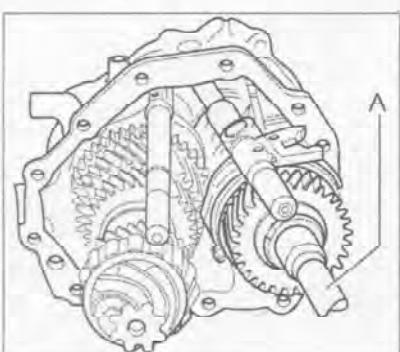

Рис. 7.205. Извлеките из корпуса подшипников первичный вал (А) со штоком и вилкой включения 3-й/4-й передач.
34. Извлеките из корпуса подшипников первичный вал (А) со штоком и вилкой включения 3-й/4-й передач (рис. 7.205).
53. Вставьте в корпус подшипников первичный вал (А) со штоком вилки включения 3-й/4-й передач (рис. 7.205). Рубчик вилки должен быть направлен к поводку.